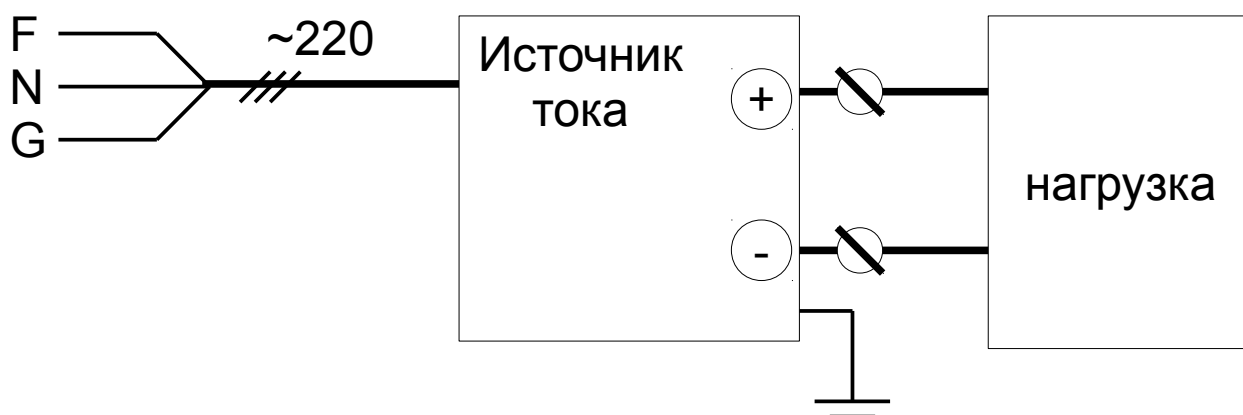
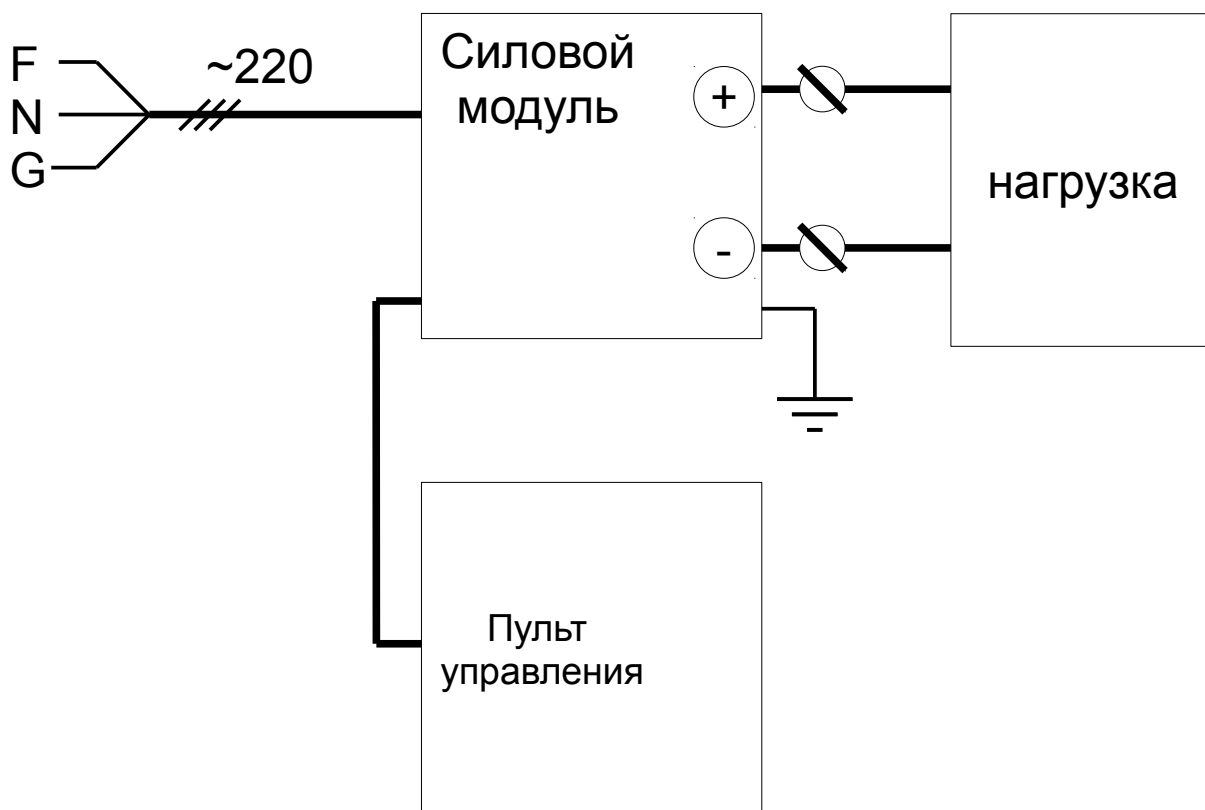
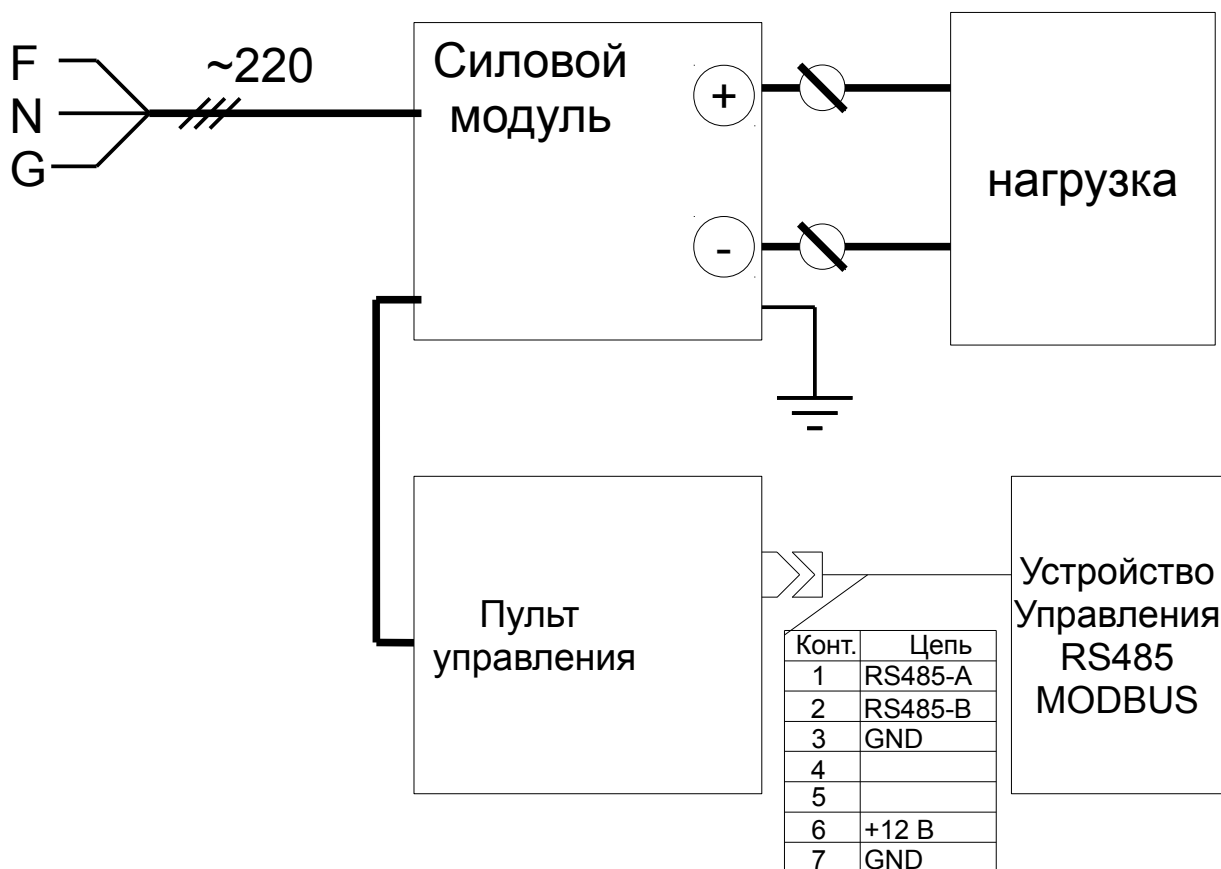

Рис. 12. Схема подключения источника, вариант исполнения «П»
Рис. 13. Схема подключения источника, вариант исполнения «B1», «B2»
Рис. 14. Схема подключения источника, вариант исполнения «B14», «B24»
2.2.3 Источник подключается к сети переменного тока и нагрузке в соответствии с рис. 12 (вариант исполнения «П»), рис. 13 (вариант исполнения «В») и рис. 14 (вариант исполнения «Ф»).